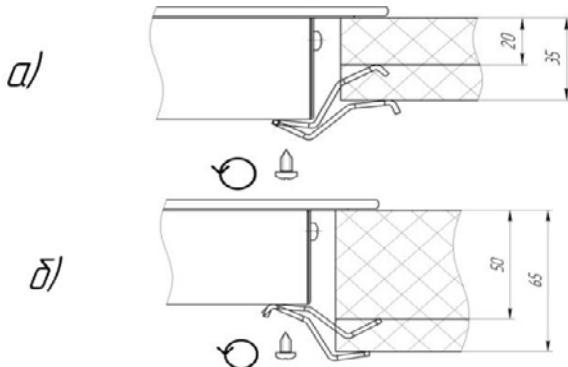

Рис. 4 Порядок установки варочной панели
3) Установка варочной панели производится в соответствии со следующими требованиями. Перед встраиванием прибора в столешницу с нижней стороны стеклянной панели необходимо при克莱ить уплотнитель, который прилагается в комплекте (Рис.4). Встраивание прибора без уплотнителя запрещено!
Вложите варочную панель в ранее подготовленное монтажное отверстие в столешнице, проверьте, чтобы уплотнитель плотно прилегал к столешнице равномерно по всему контуру. Для столешницы толщиной 20-35 мм расположите прижимную планку согласно Рис. 4а; для столешницы толщиной 50-65 мм расположите прижимную планку согласно Рис. 4б. Слегка прижмите панель к столешнице и закрепите прижимные планки самонарезающими винтами. Установите рассекатели, крышки и решётки горелок на место.